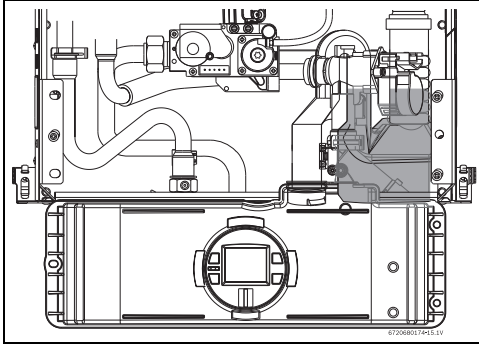

Fig. 51
- ▶ Comprobar el nivel de agua en el depósito de aguas condensados (consultar Fig. 51 ).